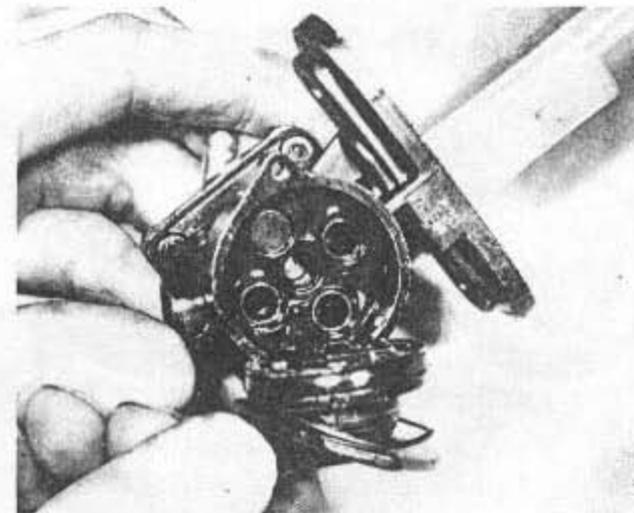

Bild 172
- Um den Hebel zu entfernen, drehe man die beiden Kreuzschlitzschrauben heraus, welche durch die Platte laufen, auf der die verschiedenen Hebelstellungen eingetragen sind (Bild 172). Die Platte lässt sich dann abheben, gefolgt von einer Feder, dem Hebel selbst und der hinter dem Hebel liegenden Dichtung. Falls im Betrieb Lecks aufgetreten sind, muss diese Dichtung erneuert werden. Der Kraftstoffhahn wird anschliessend in der umgekehrten Reihenfolge zusammengebaut. Dichtmasse oder irgendein anderes Dichtmittel wird *nicht* benötigt, um einen kraftstoffdichten Sitz zu gewährleisten!